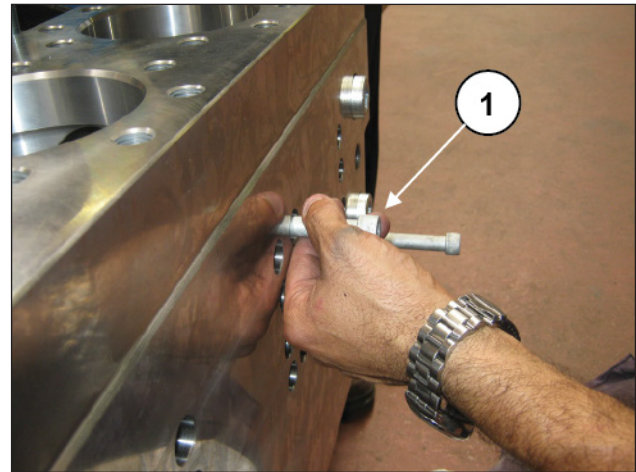
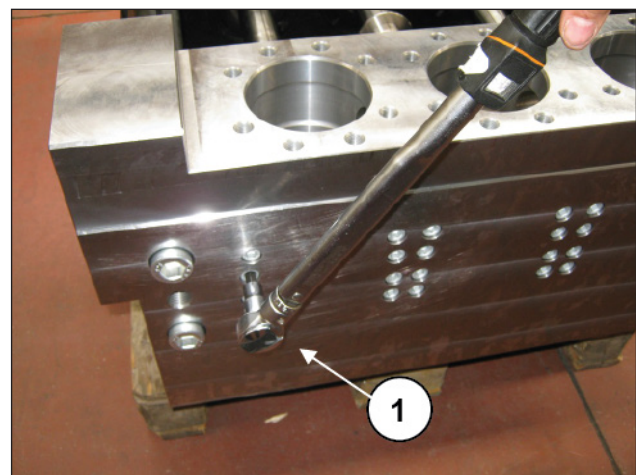

Abb. 239
Abb. 240
Setzen Sie die Schrauben M12 für die Befestigung des Buchsenhalters in die entsprechenden Sitze an der Vorderseite des Kopfs (Pos. ①, Abb. 239) und drehen Sie sie mit einem Drehmomentschlüssel (Pos. ①, Abb. 240) gemäß Angaben in Abschnitt 3 fest.